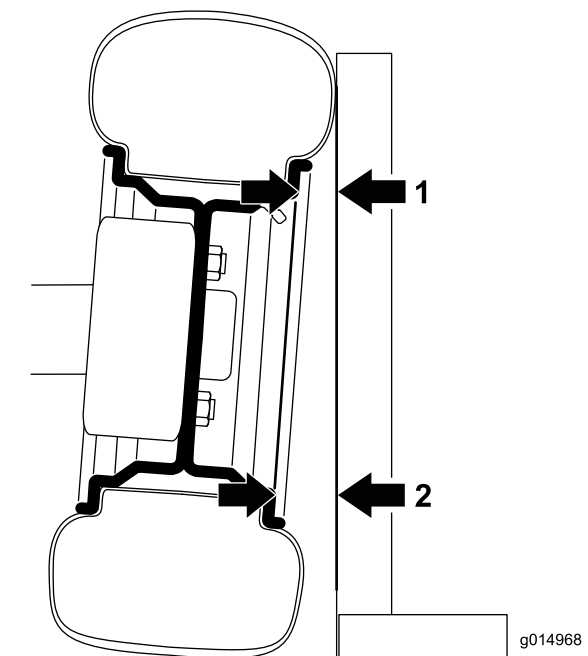

Figura 42
1. Para comprobar la caída, coloque una escuadra de 90 grados en el suelo con el borde vertical contra la cara del neumático (Figura 42).
2. Mida desde la misma zona de la llanta en la parte superior e inferior del neumático hasta la escuadra (Figura 42).